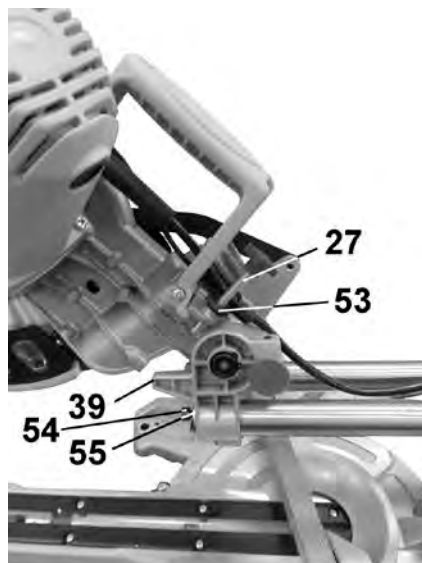

Рис. 14
Положение упорного винта (55), Рис.14, ограничивает максимальное опускание пильного диска (13). Для регулировки максимальной глубины опускания пильного диска (13) ослабьте контргайку (55) винта (54), Рис.14.
Отрегулируйте и зафиксируйте контргайкой (55) положение винта (54) так, чтобы пильный диск не касался конструкции пилы, Рис.14.
Ограничение глубины пропила регулируется положением винта (27) относительно упора (39), Рис.14. для чего ослабьте гайку (53), закрутите винт (27) до требуемой высоты пильного диска (13) относительно плоскости поворотного стола (20).